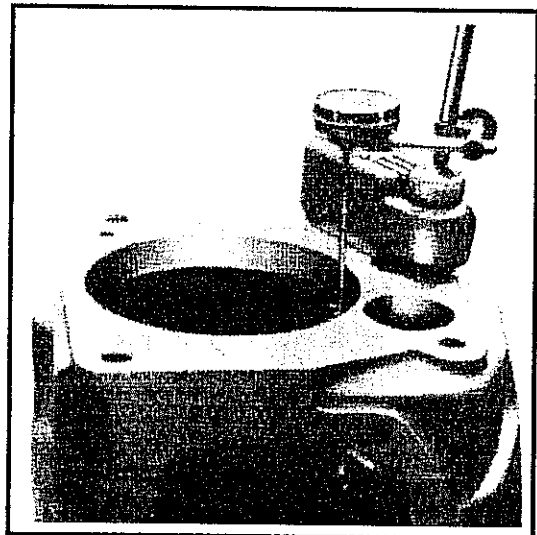

Abb. 11-22 Messen des Axialspiels der Vorgelegewelle
- Wie in Abb. 11-22 gezeigt eine Messuhr am Getriebegehäuse montieren, und das Axialspiel der Vorgelegewelle zu messen. Die Meßspitze